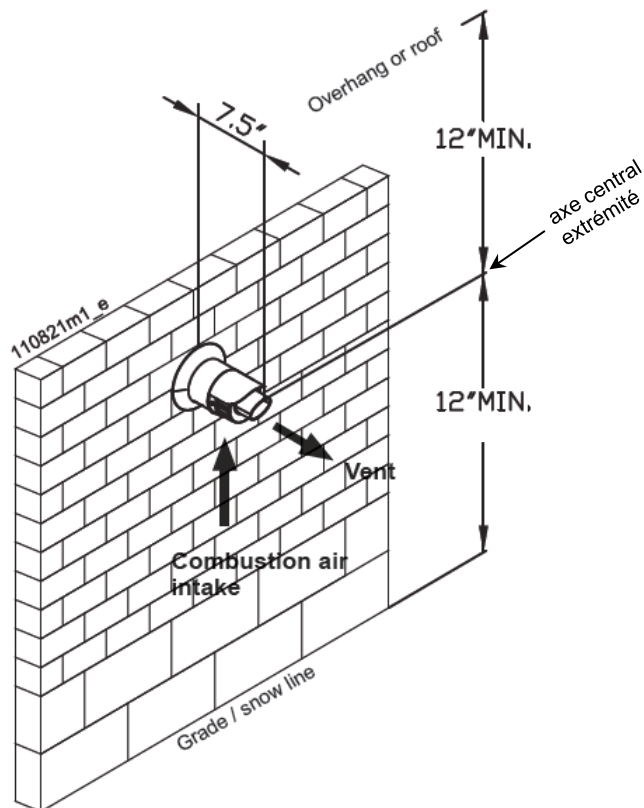

Figure 10.21
Description et utilisation : extrémité concentrique de l'air de combustion et du tuyau d'évacuation. Les tuyaux d'air de combustion et d'évacuation doivent être raccordés au kit d'extrémité. Le kit d'extrémité doit se terminer à l'extérieur de la structure et doit être installé comme indiqué ci-dessous dans la figure 10.21. Les matériaux requis pour les tuyaux d'évent de combustion sont répertoriés dans le tableau 10.4 de ce manuel.
5. La tuyauterie d'échappement doit se terminer par un raccord vertical comme indiqué à la figure 10.21. Le haut du raccord doit se trouver à au moins 1 pied au-dessus de l'entrée d'air. Lorsque l'extrémité de l'évent utilise un capuchon de pluie, maintenir au moins 36 po (914 mm) au-dessus de l'entrée d'air. Le conduit d'admission d'air et le conduit d'évacuation peuvent être placés à n'importe quelle position désirée sur le toit, à condition que l'extrémité du tuyau d'évacuation se trouve à au moins 1 pied au-dessus de l'entrée d'air.